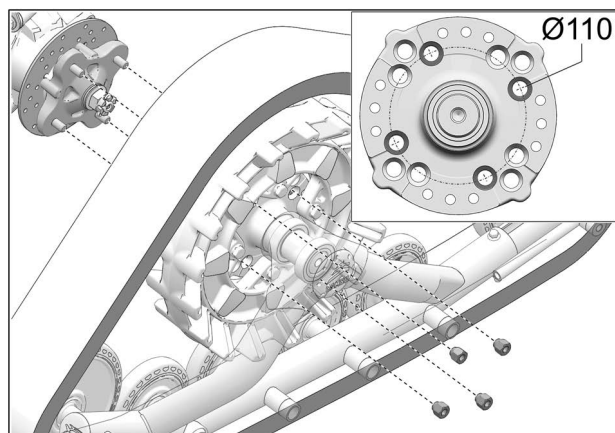

Fig. 22
8. Fixer le système de traction au moyeu de roue avant. Utiliser le cercle de perçage de $\varnothing 110$ mm et les écrous de roue d'origine du véhicule. Fig. 22